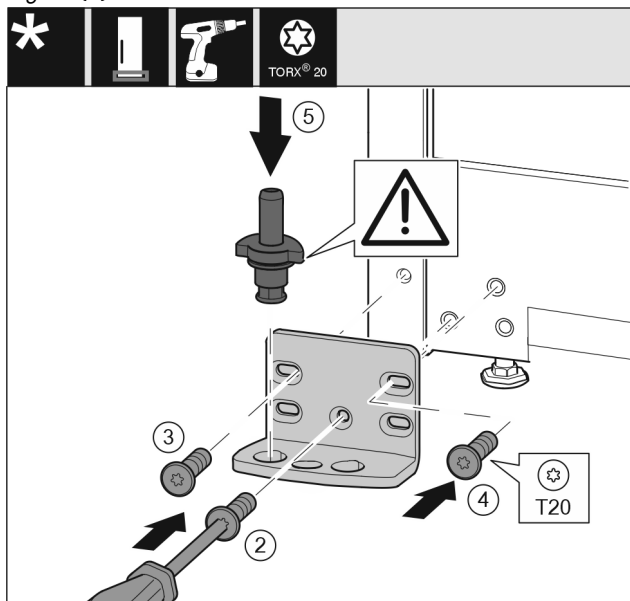

Fig. 15
- Płytkę zawiasu założyć z drugiej strony i przykręcić przy pomocy śrubokręta T20. Rozpocząć od śruby 2 dolnej umieszczonej na środku. Fig. 15 (2)
- Dokręcić śrubę 3 i 4. Fig. 15 (3,4)
- Założyć cały sworzeń płytki zawiasu. Przy tym zwrócić uwagę, by krzywka zatrzaskowa wskazywała do tyłu. Fig. 15 (5)